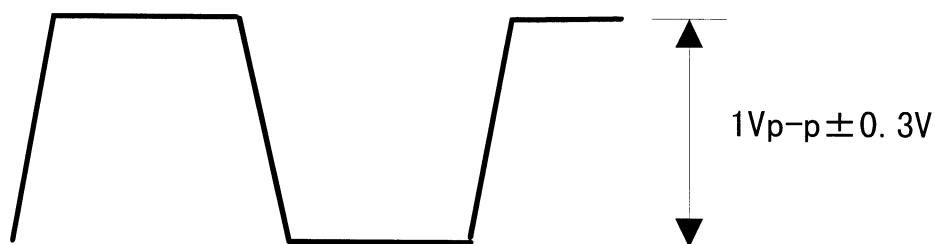

図7-2 クロック信号波形の規格
4. オシロスコープで測定された波形のレベルが図 7-2に示す範囲に収まっていることを確認してください。